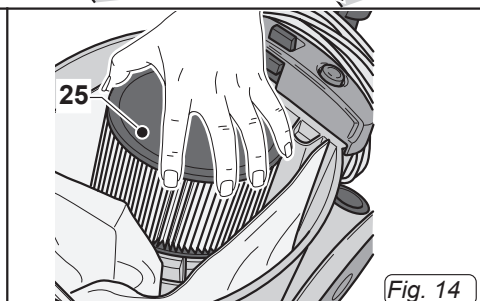

Fig. 14
- La cartuccia filtro (25 Fig.14) è posizionata a pressione su un apposito supporto; per toglierla è necessario sollevarla.
- Rimuovere la cartuccia filtro (25 Fig.14) quindi rimuovere il filtro (26 Fig.16) e pulirlo con un getto d'aria.